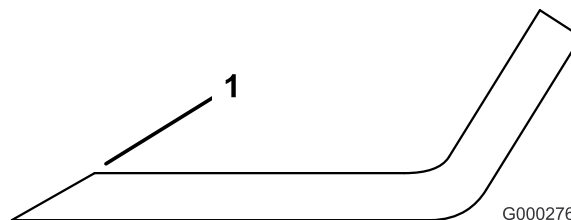

Figure 62
1. Au moyen d'une lime, aiguiser les tranchants aux deux extrémités de la lame (Figure 62) en veillant à conserver l'angle de coupe d'origine. Limez la même quantité de métal sur chacun des deux tranchants pour ne pas déséquilibrer la lame.